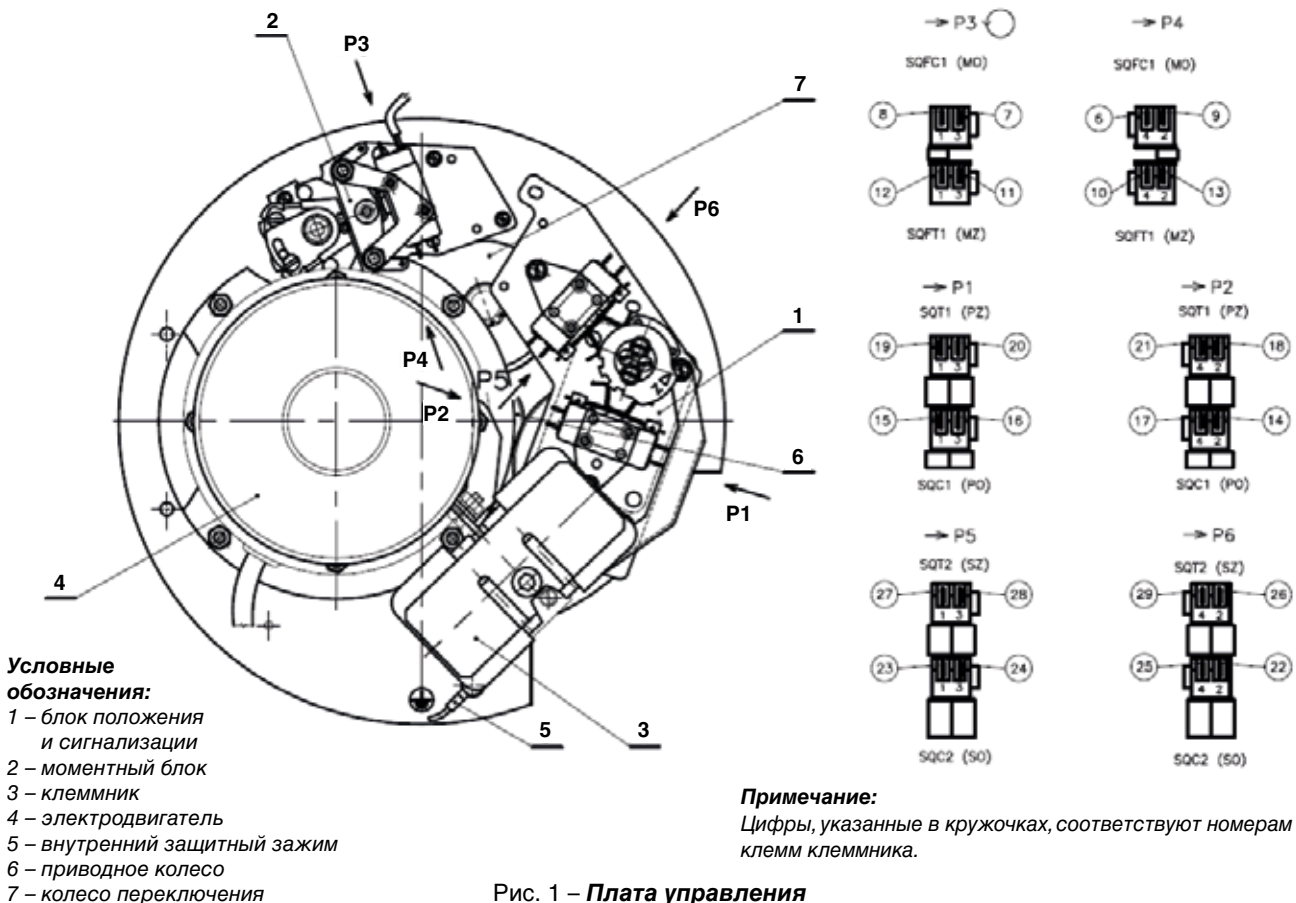
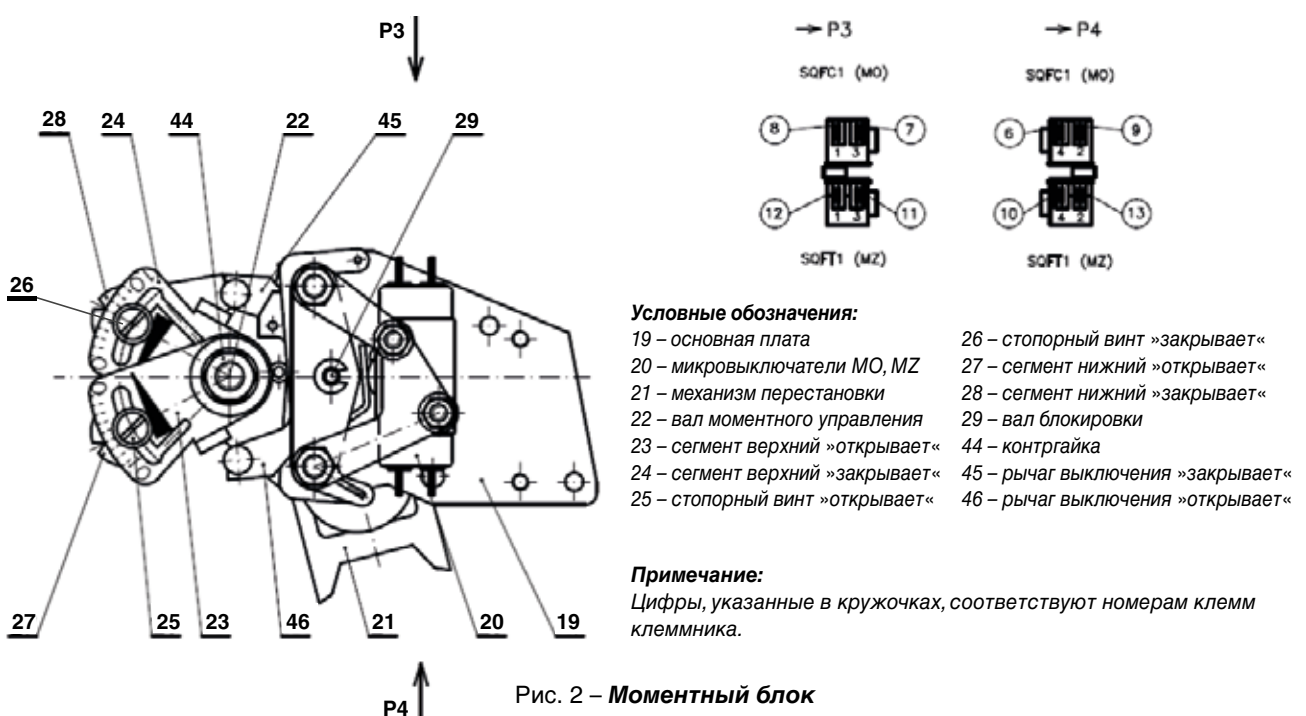

Рис. 1 – Плата управления
Рис. 2 – Моментный блок
управления в соответствии с рис. 1 – блок положения и сигнализации 1, моментный блок 2 и клеммник 3. Блок положения и сигнализации оснащен четырьмя микровыключателями – по два микровыключателя для каждого направления вращения выходного вала. Точка срабатывания каждого микровыключателя устанавливается самостоятельно в пределах рабочего хода электропривода. Блок момента оснащен самостоятельно устанавливаемыми микровыключателями – по одному для каждого направления вращения.
а) Блок моментного выключения – рис. 2 является самостоятельным монтажным узлом, образованным основной плитой –19–, на которой установлены микровыключатели –20– и которая одновременно образует подшипники для вала моментного управления –22– и вала блокировки –29–.
Для установки момента выключения, отличающегося от момента, установленного на заводе–изготовителе, следует ослабить контргайку –44– (см. рис. 2), а также соответствующий стопорный винт –26– (для направления »закрывает«) или –25– (для направления »открывает«), Потом следует вставить отвертку в шлиц верхнего сегмента –24– или –23– и поворачивать сегмент до момента, когда вырез в сегменте –28– или –27– будет показывать соответствующее место на шкале. Для определения этого места разность между максимальным и минимальным устанавливаемым моментом в Нм следует разделить на количество делений между знаками максимального и минимального моментов. В результате этого определяется цена деления шкалы в Нм и путем интерполяции находится место на шкале, которое должен показывать вырез в сегменте –28– или –27–.
- 2) Если после пуска электропривода в случае, когда выходной вал электропривода находится в конечном положении, выходной вал самопроизвольно останавливается, то необходимо обеспечить, чтобы вырез в колесе переключения (рис. 1) останавливался в конечном положении выходного вала электропривода (после выключения моментного выключателя) перед достижением механизма перестановки –21– (рис. 2). Для этого следует подходящим образом повернуть выходной вал электропривода при соединении электропривода с арматурой или путем подходящего поворота колеса переключения относительно выходного вала. Колесо переключения для этой цели имеет два дополнительных отверстия.